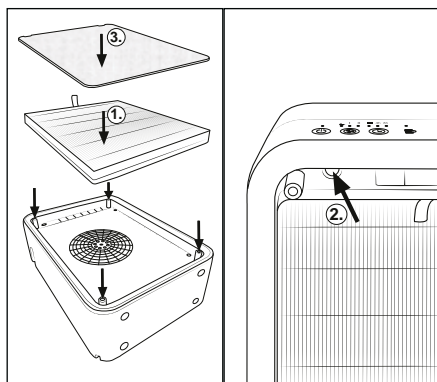

Fig. 7
- ◆ Introduceți noul filtru EPA ❸ în aparat (a se vedea fig. 7).
- ◆ Introduceți conectorul-tată ❿ al adaptorului de rețea ❹ în conectorul-mamă ❺ al aparatului.
- ◆ Introduceți adaptorul de rețea ❹ într-o priză. Toate ledurile luminează scurt.
- ◆ Țineți apăsată tasta de resetare filtru ❸ timp de 3 secunde (a se vedea fig. 7). Aparatul a recunoscut acum noul filtru.
- ◆ Introduceți capacul ❹ în aparat (a se vedea fig. 7).